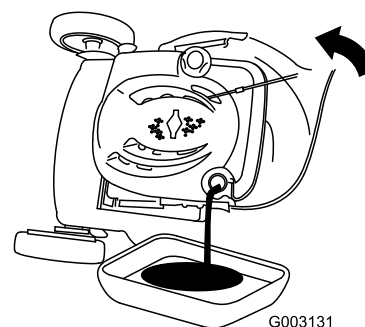

Bild 37
3. Kippen Sie den Rasenmäher seitlich (Luftfilter nach oben), um das Altöl über den Öleinfüllstutzen abzulassen (Bild 37).